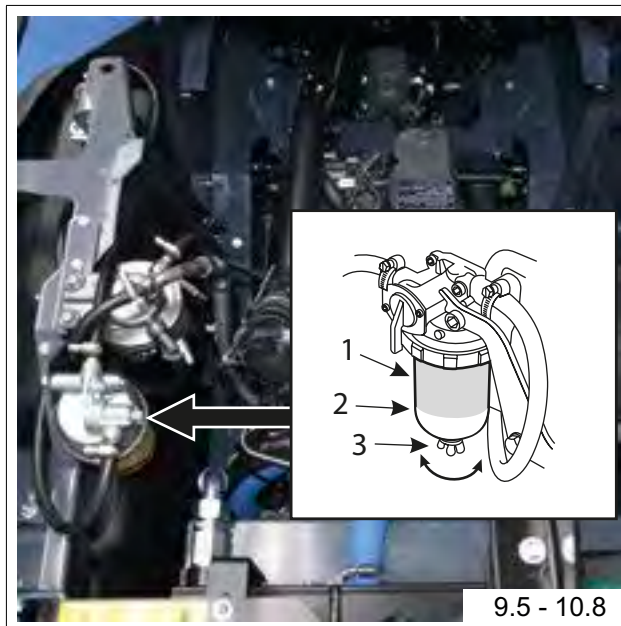
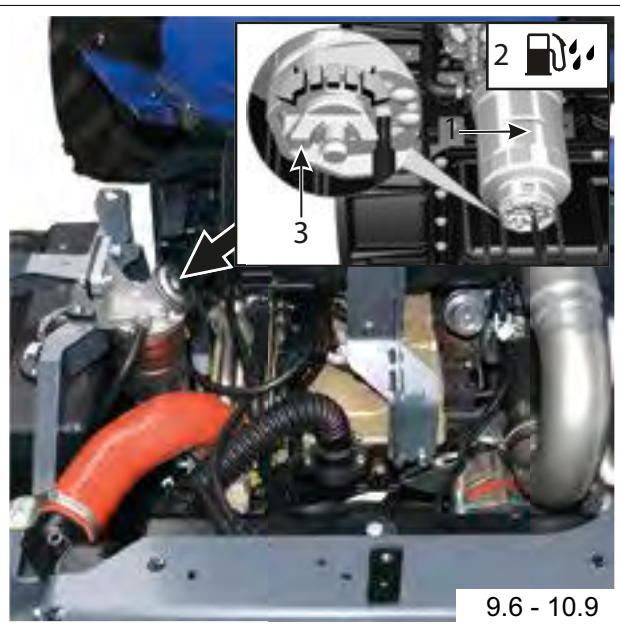

FIG. 48
FIG. 49
- 4) **Yanmar engine - Model 9.5 - 10.8** - Undersøg brændstof/vand separatoren (FIG. 48 - Ref. 1) for vand. Vand vil være synligt som et klart lag (FIG. 48 - Ref. 2) på bunden af filterets skål. I koldt vejr kan vand i brændstoffet fryse og blokere brændstofsysteet. **Kholer engine - Model 9.6 - 10.9** - Når lampen for separatorfilteret (FIG. 49 - Ref. 2) i multifunktionsdisplayet er tændt, er der vand i separatorfilteret. I koldt vejr kan vand i brændstoffet fryse og blokere brændstofsysteet.
- Åbn dræningsventilen (FIG. 48 and FIG. 49 - Ref. 3) i bunden af filterskålen.